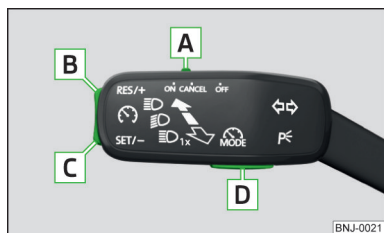

Fig. 208
Prezentare generală a elementelor de operare a GRA » fig. 208
- ▶ Prin apăsarea tastei **D** » fig. 208.
- Prin acționarea tastei **D** » fig. 208 în timpul reglării, aceasta se întrerupe și se dezactivează limitatorul de viteză.